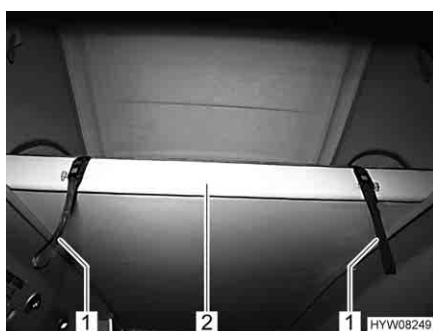

Fig. 45 Superficie utile ribaltabile
- Se la superficie utile ribaltabile è ribaltata verso l'alto: Tirare la superficie utile (Fig. 45,2) verso il basso utilizzando la cinghia ausiliaria (Fig. 45,1).